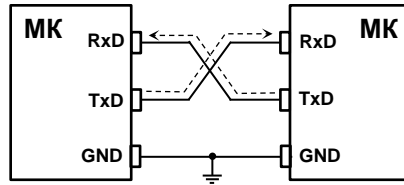

Рис. 4.4. З'єднання модулів UART для передачі даних
6. Підключення UART. У МК AVR протокол передачі даних UART реалізований апаратно. На деяких моделях навіть є реалізовано 2 модулі UART. Приймач даних під'єднаний до виводу з надписом RxD, а передавач до виводу TxD. При з'єднанні між собою двох модулів UART для передачі даних, необхідно з'єднати навхрест між собою виводи модулів передачі та приймання, як на рис. 4.4.